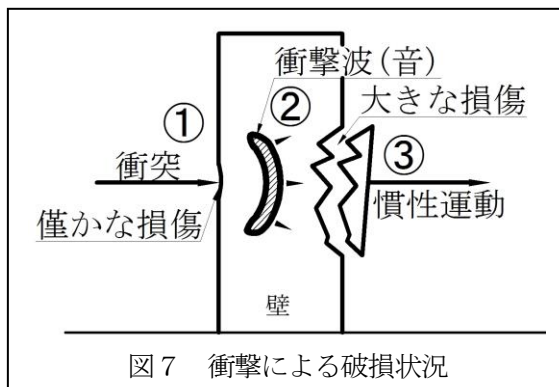

図7 衝撃による破損状況
クリートの中に鉄筋を入れて鉄筋コンクリートとして使うのは、鉄筋の引張強さで、コンクリートの引張強さの弱点を補償しているのである。従って図 7 の様に、コンクリートの壁にトラックなどが衝突すると①、圧縮に強いので、衝突面は僅かな凹みでも、そこで発生した圧縮歪が音として反対側に伝播し②、鋼球 7 と同じように離れる方向に力が加わる。反対面で働く慣性力は当たった面とほぼ同じで、引張強度が慣性力より弱いと裏面が剥離する③。壁の様な薄いコンクリートでは殆ど弾性波は減衰しないので、衝撃が圧縮強度程度だと、引張強度がその  $1/10$  なので剥離する事になる。